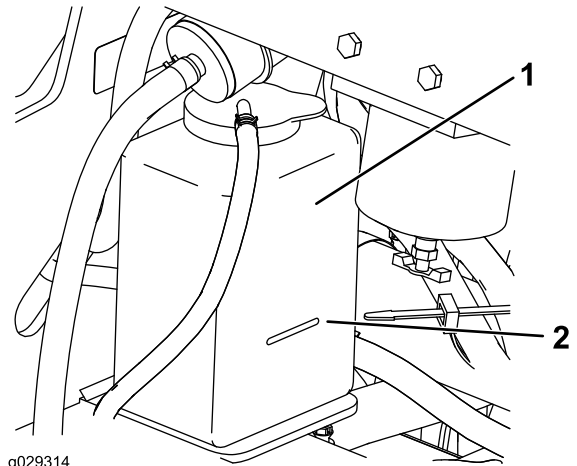

Figure 68
3. Contrôlez le niveau de liquide de refroidissement dans le vase d'expansion (Figure 68).